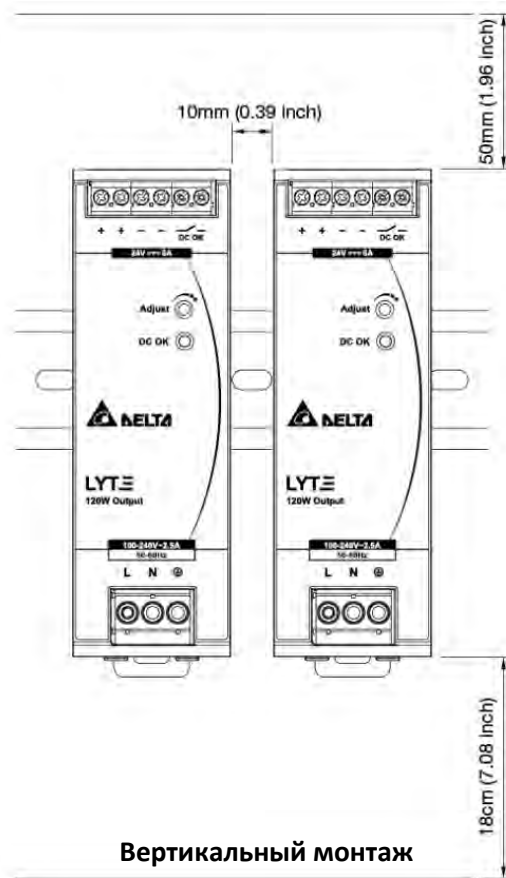

Рис.1. Минимальные рекомендуемые расстояния при монтаже блоков питания в шкафу.
- Для обеспечения условий охлаждения естественной конвекцией соблюдайте необходимые минимально допустимые размеры между устройствами: не менее 50мм сверху и 180мм снизу устройства и не менее 10мм между боковыми сторонами устройства (Рис.1).